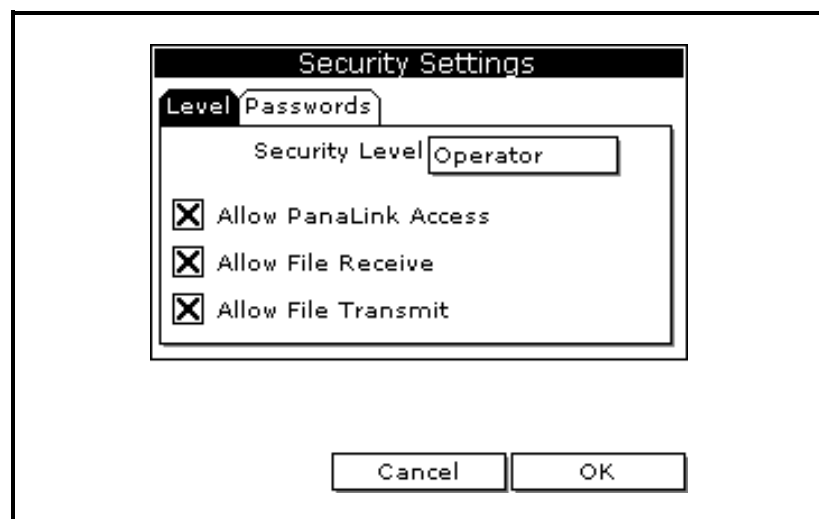

Figura 5-3: Ventana de Security Settings
4. Use las teclas de flecha para moverse a la ficha **Level** y oprima [ENTER]. La pantalla se parece a la Figura 5-3 a continuación.